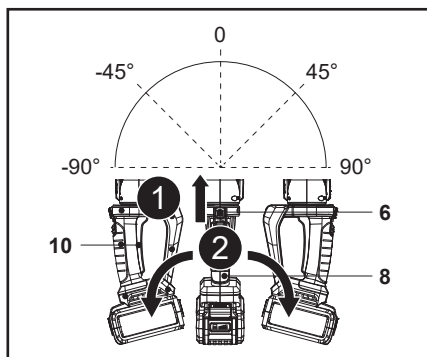

Fig. 5
1. Pousser le bouton de verrouillage de la poignée rotative (6) vers l'avant et le maintenir dans cette position (Fig. 5, étape 1).
2. Tourner légèrement la poignée arrière (8) vers la gauche ou vers la droite (Fig. 5, étape 2).
3. Relâcher le bouton de verrouillage de la poignée rotative (6) et continuer à déplacer la poignée arrière (8) jusqu'à ce qu'elle se verrouille sur une position (clic audible).